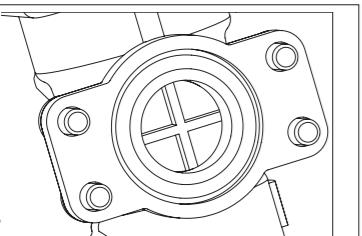
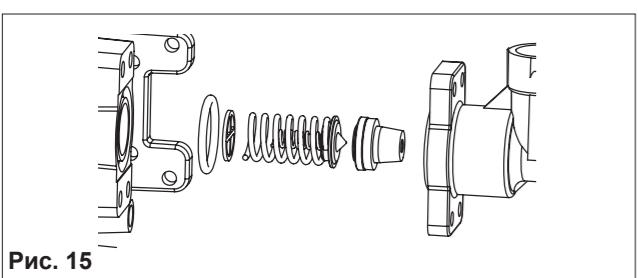

Рис. 14
Рис. 15
- Установить клапан и большую пружину, удаляя внимание направлению установки (Рис. 15), и убедиться, что перфорированный направляющий диск пружины находится в соответствующем положении (Рис. 14)